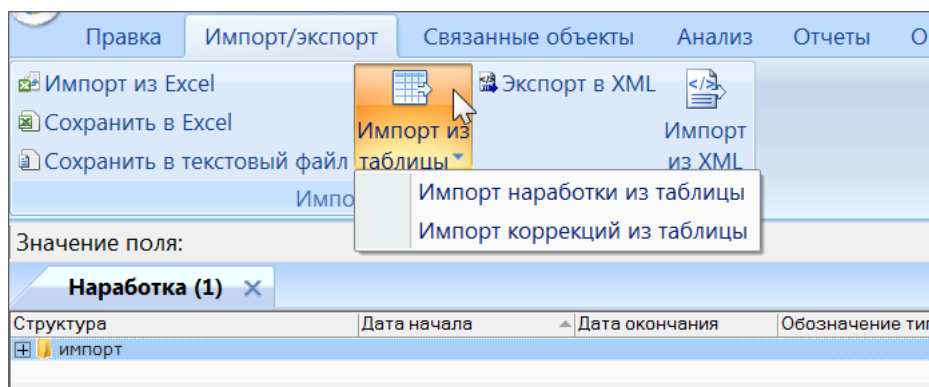

Рис. 14-54 – Вызов диалогового окна импорта из таблицы в рабочем окне «Нарботка»
- 3) Нажать кнопку «Импорт из таблицы» панели «Импорт/экспорт» и из раскрывшегося списка выбрать нужную команду (рис. 14-54).